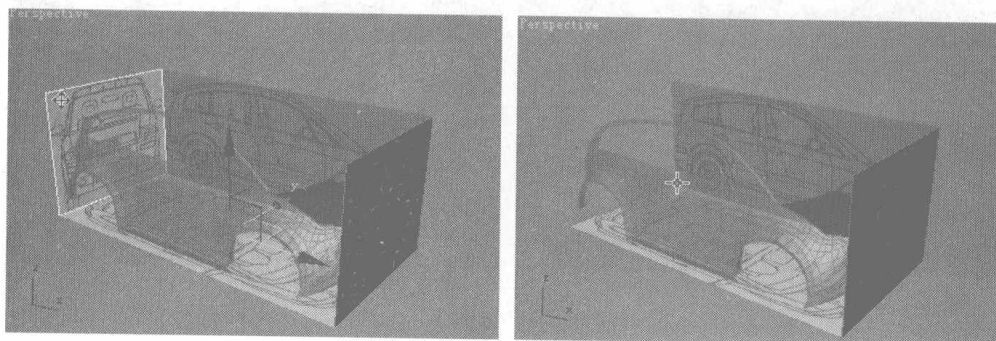

图 7.83
- 39 单击右键，在弹出的快捷菜单中选择 **Unhide All** 命令，将隐藏的模型显示出来。然后选择汽车正面的视图，单击右键，在弹出的快捷菜单中选择 **Hide Selection** 命令，将该面隐藏，如图 7.83 所示。